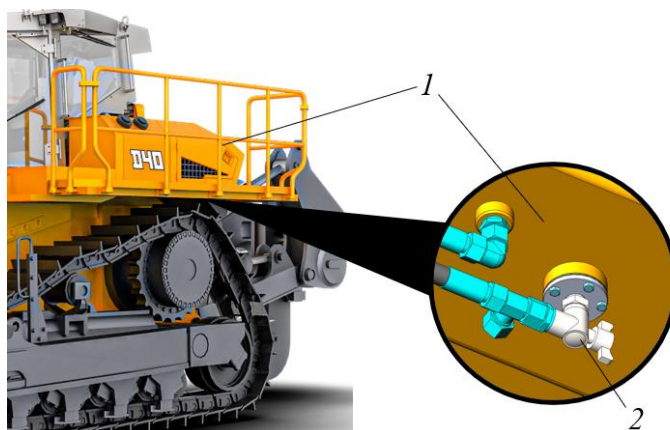

Рисунок 5.53. Расположение запорного крана на топливном баке
- ▶ Перекрыть кран поз. 2 подвода топлива от бака поз. 1 к фильтру, см. рис. 5.53.
- ▶ Открыть кран 2 (рис. 5.53) на топливном баке.